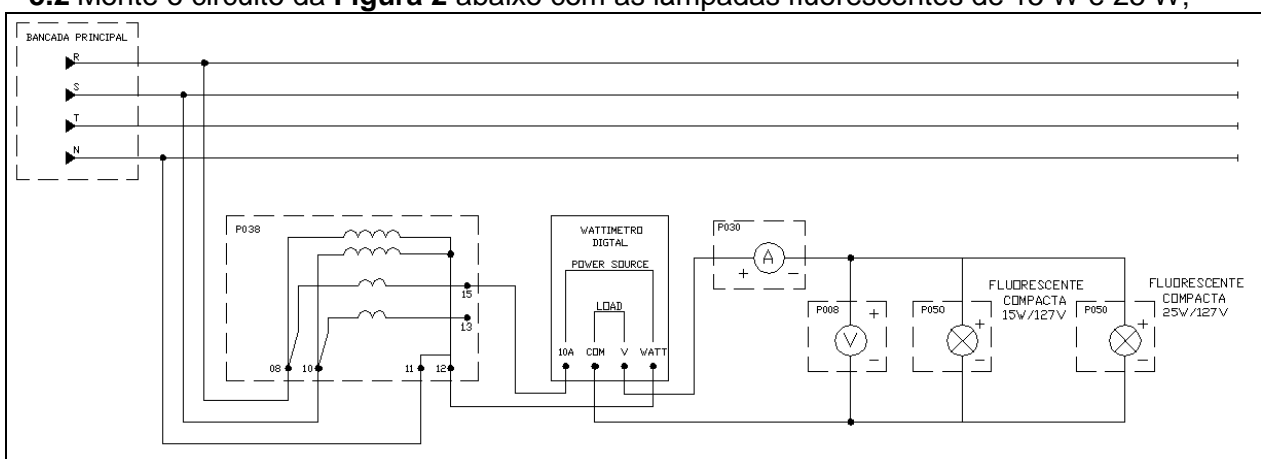

Figura 2 – Circuito para medição de parâmetros para lâmpada fluorescente compacta.
5.2 Monte o circuito da Figura 2 abaixo com as lâmpadas fluorescentes de 15 W e 25 W;
5.3 Para o circuito da Figura 2, faça as leituras das grandezas e preencha a Tabela 3;